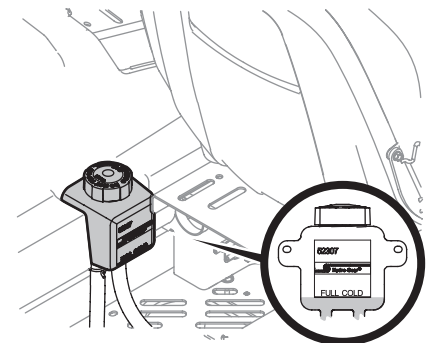

Figure 4-9
1. Nettoyez le bouchon du réservoir et la zone autour du bouchon pour que les débris ne contaminent pas l'huile. Voir Figure 4-9.
2. Tournez le bouchon dans le sens anti-horaire pour le retirer, puis vérifiez le niveau d'huile. Il doit y avoir de l'huile au fond de la cuvette, cependant le niveau d'huile NE doit PAS dépasser la marque PLEIN FROID (FULL COLD). Voir Figure 4-9. NE REMPLISSEZ PAS CE RÉSERVOIR.